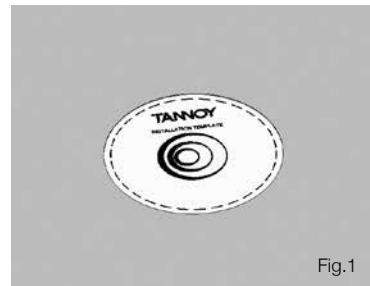

Fig.1
1. Marquez la zone de découpe en traçant celle-ci autour du gabarit fourni (Fig.1).